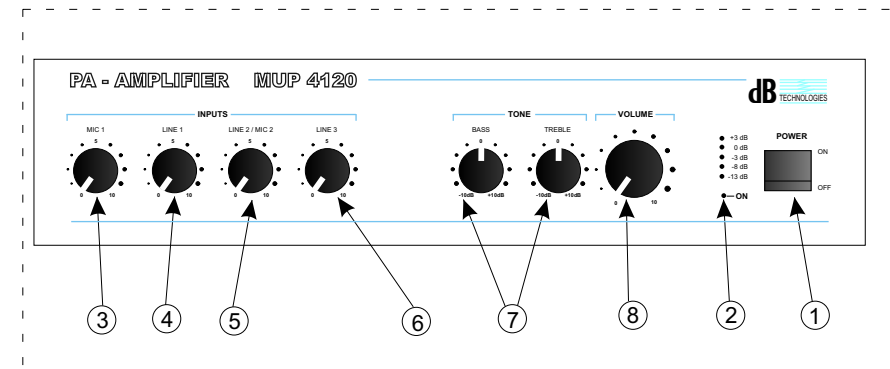

Fig. 3 100V output connections / collegamenti d'uscita
- Le total des valeurs de courant d'haut parleur (speaker) ne doit pas excéder le courant de sortie (output power) de l'unité (fig.3).